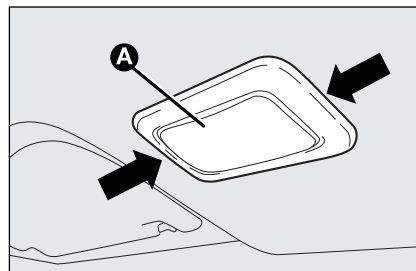

fig. 36
- ☐ trek het plafondlampje **A-fig. 36** los bij de door de pijl aangegeven punten;